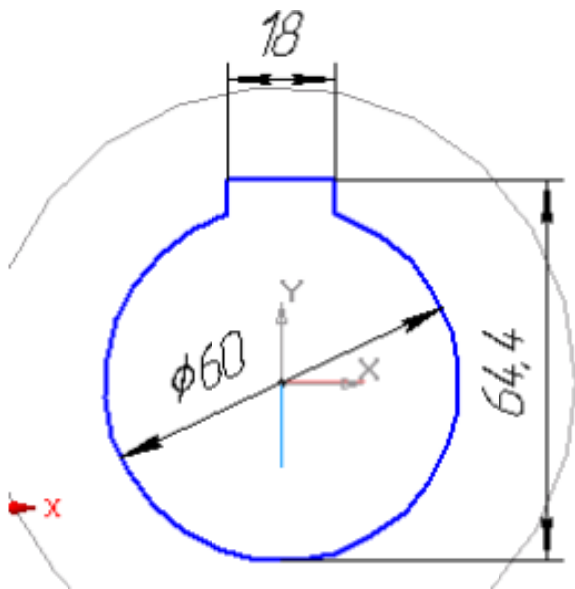

Рисунок 1.10 – Эскиз внутреннего отверстия
36) Нажмите на кнопку **Новый эскиз**  и изобразите эскиз в соответствии со схемой (рисунок 1.10).